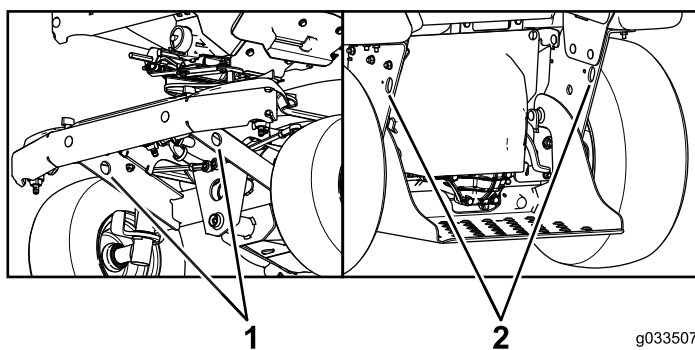

Figure 68
4. Servez-vous des points d'attache de la machine pour l'arrimer solidement sur la remorque ou le véhicule de transport avec des sangles, des chaînes, des câbles ou des cordes (Figure 68). Reportez-vous à la réglementation locale concernant les exigences d'arrimage et de remorquage.